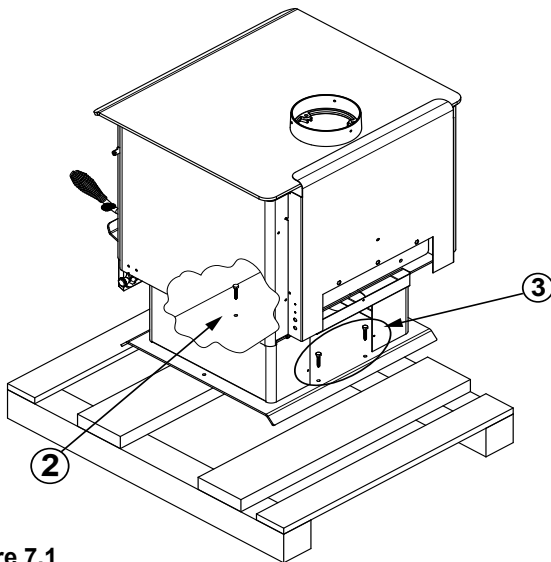

Figure 7.1
2. En utilisant une douille ou une clé à 7/16, retirez un boulon situé à l'intérieur de l'appareil avant (**Figure 7.1**).
3. Déplacer à l'arrière de l'appareil et en utilisant une douille ou une clé à 7/16, enlevez deux vis (**Figure 7.1**).